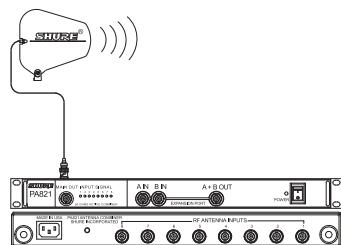

ABBILDUNG 1
2. Eine Antenne an den Hauptausgang (**MAIN**) der Weiche PA821 anschließen. Für Breitbandanwendungen die Richtantenne PA805 verwenden, (Abbildung 1).
HINWEIS: Wen der PA821 angeschaltet ist, leuchten die Zeiger (1-8) und der Vorderseite, wenn ein aktiver Sender an einen entsprechenden Eingang (1-8) und der Rückseite angeschlossen ist. (Abbildung 1).